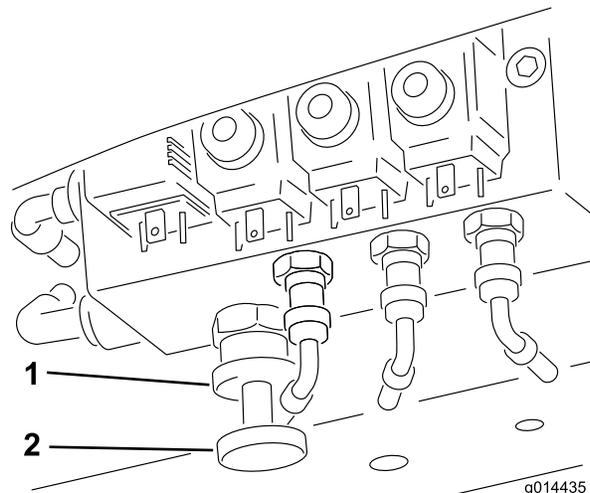

Figure 33
**Pour engager le transfert de poids :** L'ampleur du transfert de poids peut être réglée en fonction des conditions d'utilisation, en faisant tourner le volant de transfert de poids (Figure 33) comme suit :
1. Desserrez le contre-écrou de la vanne de 1/2 tour dans le sens antihoraire et maintenez-le dans cette position (Figure 33).
2. Tournez le volant (Figure 33) dans le sens antihoraire pour réduire le transfert de poids ou dans le sens horaire pour l'augmenter.